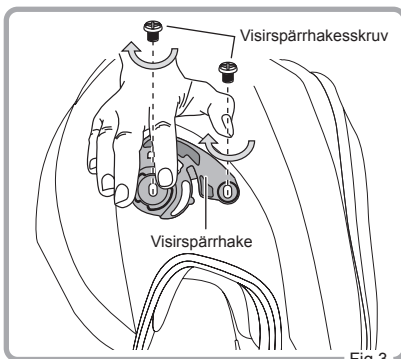

Fig.3
3. Dra noggrant åt båda visirspärrhakeskruvarna medsols. Upprepa samma procedur på den andra visirspärrhaken. Sedan är visirspärrhakarna monterade (Fig. 3).